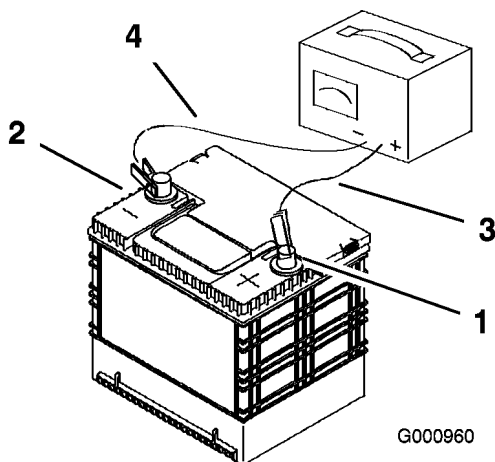

Figura 51
2. Quando la batteria è completamente carica, staccate il caricabatterie dalla presa elettrica e scollegate i cavi di ricarica dai poli della batteria (Figura 51).